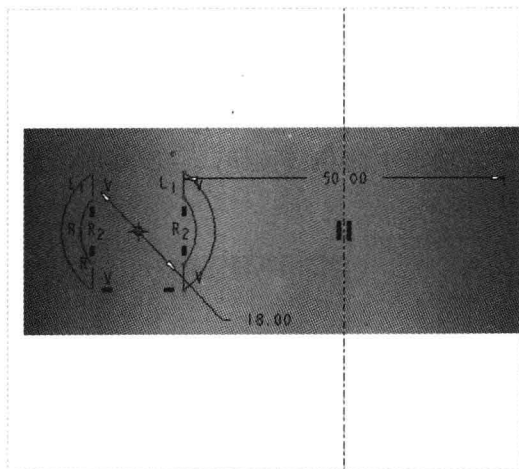

图 17-21 绘制截面 3
Step 05 采用与上同样的方法，使用“旋转”命令，弹出“旋转”选项卡，选择 TOP 基准平面作为草绘平面，进入草绘环境；单击“草绘”选项卡中的相应按钮，绘制截面，如图 17-21 所示。